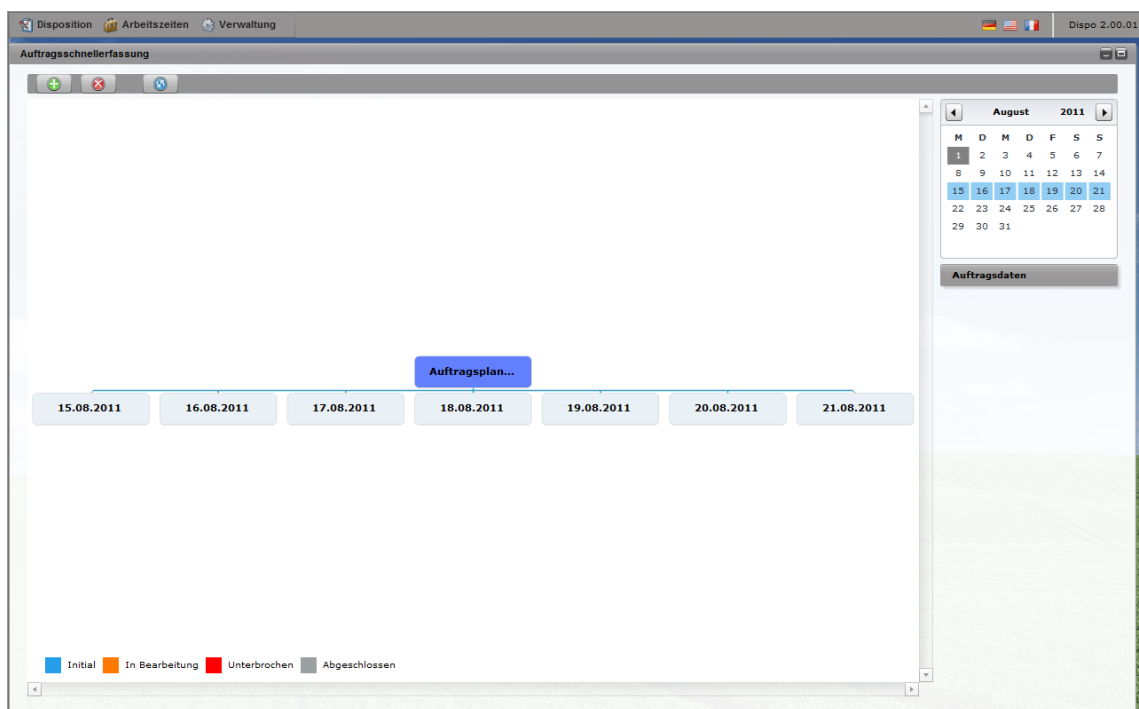

Abbildung 2: Startseite des Dispositionsmoduls
- > In dem *Dispositionsmodul* (siehe Abbildung 2) stehen Ihnen wiederum die Unterpunkte *Disposition*, *Arbeitszeiten* und *Verwaltung* zur Verfügung.